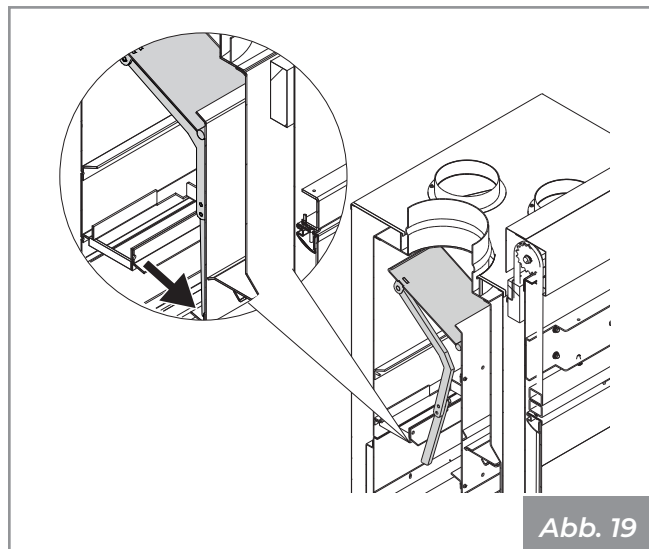

Abb. 19
- 2) Sicherstellen, dass das Ventil zur Inspektion des Rauchabzugs sich in geschlossener Position mit dem Stab auf der entsprechenden Ablage befindet (**Abb. 19**).